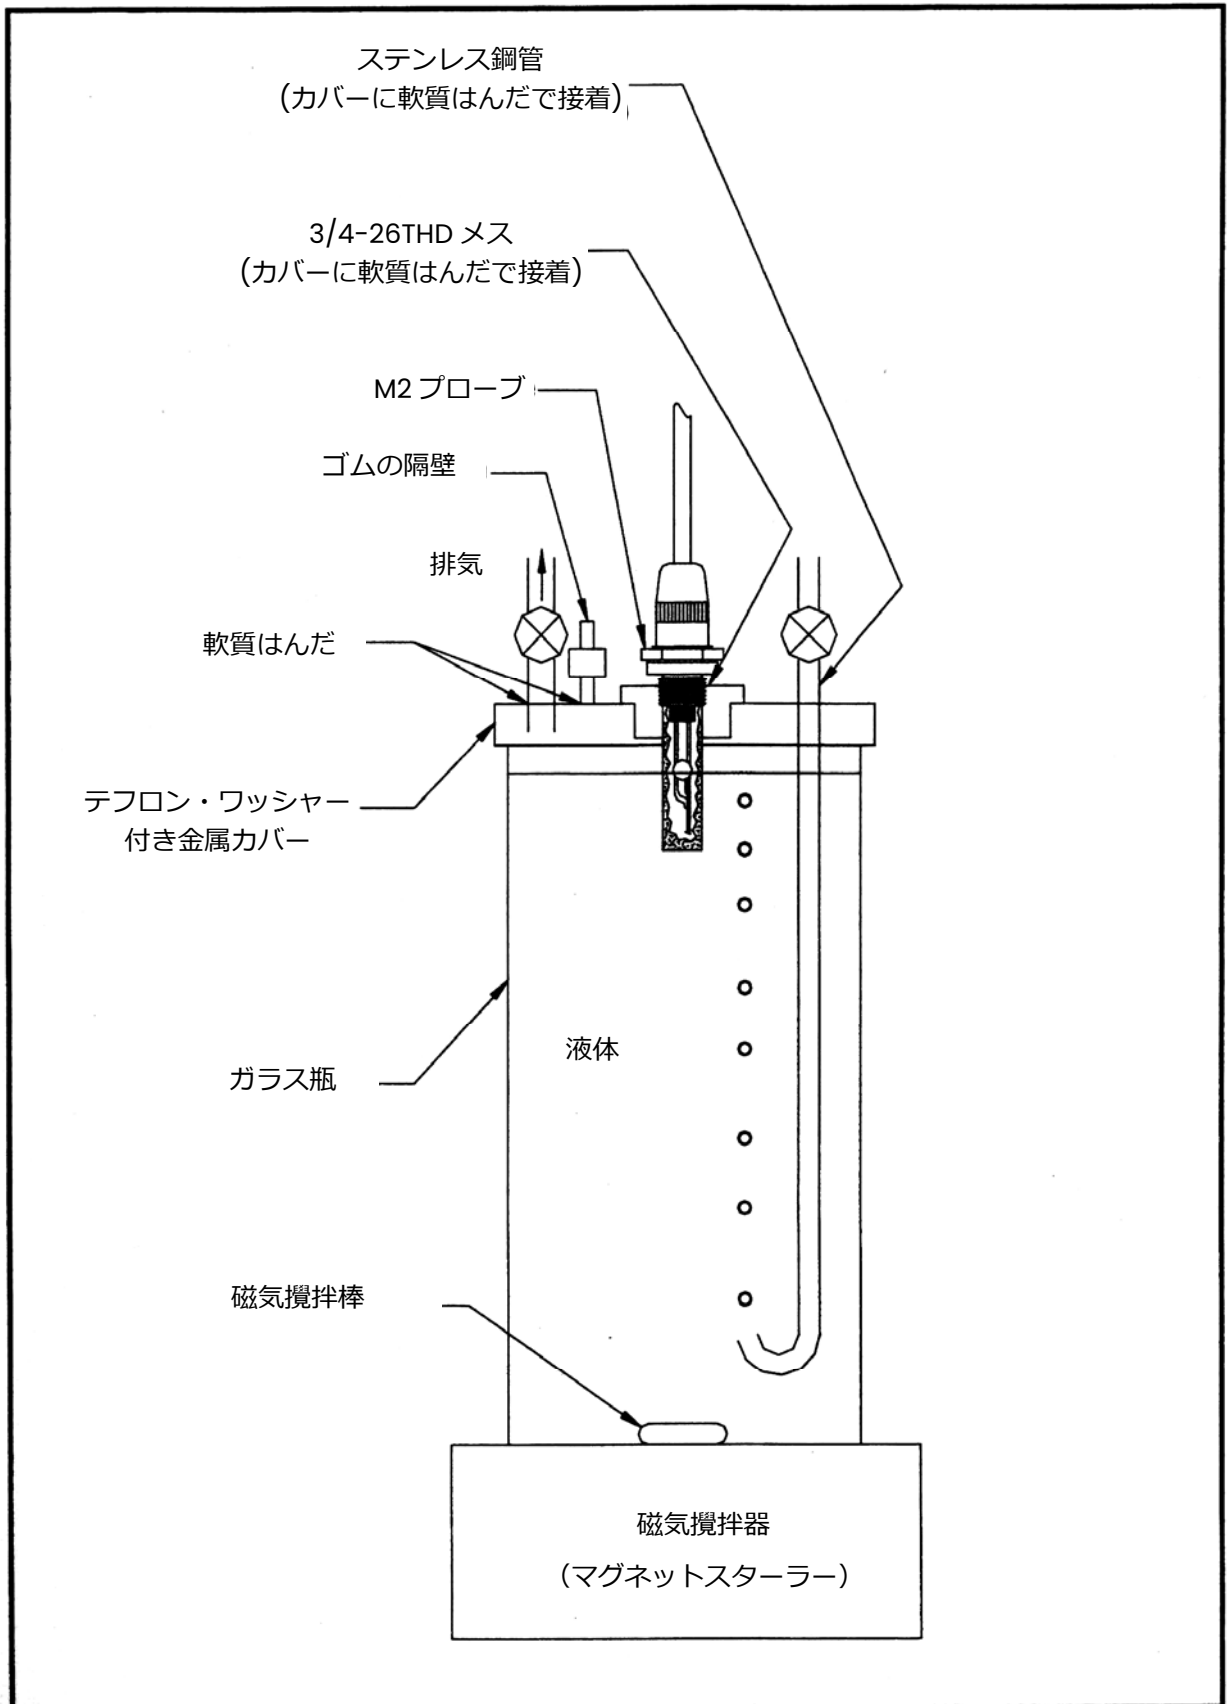

図 A-3 : 含水量テスト装置
上述したエンピリカル校正技術のいずれも、A-33 ページの図 A-3 に示したのと同様の装置を使用して実施することができます。図示の装置は、不明のテスト・サンプルでのカールフィッシャー滴定にも、含水量が分かっているテスト・サンプルの調製にも使用することができます。これら双方のテクニックを使用する手順を以下に示します。
カールフィッシャー分析を実行するには、A-33 ページの図 A-3 にある装置を使用して、次のステップに従って下さい。
既知の含水量のサンプルを調製するには、A-33 ページの図 A-3 の装置を使用し、以下のステップを実行して下さい。
- a. A-33 ページの図 A-3 に示す装置を使用して、量が分かっている固体サンプルを適切な炭化水素液に溶かして下さい。